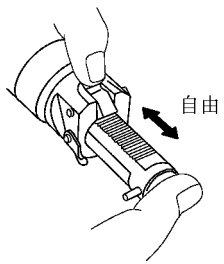

图 1-58 用手指抬起棘爪时齿杆应能平稳移动
1) 当用手指抬起棘爪时，齿杆应能平稳地移动，如图 1-58 所示。